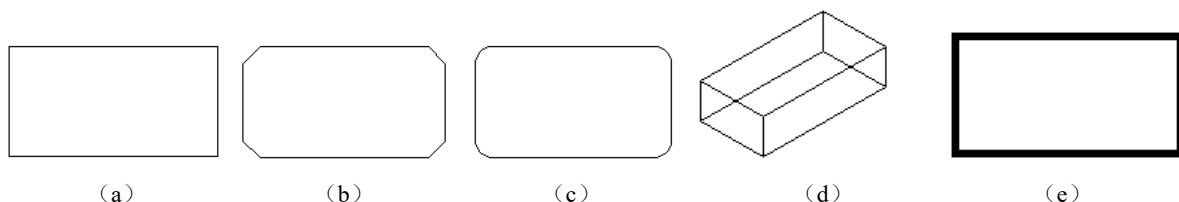

图 2-22 绘制矩形
(1) 第一个角点：通过指定两个角点来确定矩形，如图 2-22 (a) 所示。
(2) 倒角(C)：指定倒角距离，绘制带倒角的矩形（如图 2-22 (b) 所示），每一个角点的逆时针和顺时针方向的倒角可以相同，也可以不同，其中第一个倒角距离是指角点逆时针方向的倒角距离，第二个倒角距离是指角点顺时针方向的倒角距离。
(3) 标高(E)：指定矩形标高（Z 坐标），即把矩形画在标高为 Z、和 XOY 坐标面平行的平面上，并作为后续矩形的标高值。
(4) 圆角(F)：指定圆角半径，绘制带圆角的矩形，如图 2-22 (c) 所示。
(5) 厚度(T)：指定矩形的厚度，如图 2-22 (d) 所示。
(6) 宽度(W)：指定线宽，如图 2-22 (e) 所示。